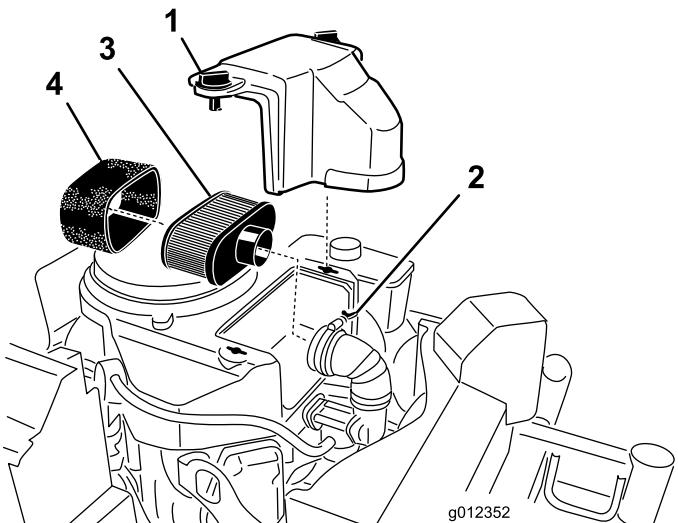

Figura 21
3. Pulite intorno al filtro dell'aria per evitare che la morchia possa penetrare nel motore provocando gravi danni (Figura 21).
4. Svitate le manopole del coperchio e togliete il coperchio del filtro dell'aria (Figura 21).
5. Allentate la fascetta stringitubo e togliete il gruppo del filtro dell'aria (Figura 21).
6. Togliete con cautela l'elemento in schiuma sintetica dall'elemento di carta (Figura 21).
1. Non pulite il filtro di carta. Sostituitelo (Figura 21).
1. Infilate con cautela l'elemento in schiuma sintetica sopra l'elemento di carta del filtro dell'aria (Figura 21).
2. Montate il filtro dell'aria completo sulla relativa base, e fissatelo con i 2 dadi ad alette (Figura 21).
3. Montate il coperchio del filtro dell'aria e serrate la manopola del coperchio (Figura 21).